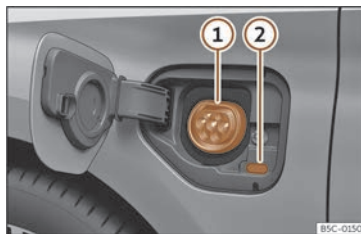

Fig. 207 Darrere de la tapa de càrrega de la bateria a la part davantera esquerra: Presa de càrrega
»» fig. 207
- Amb el vehicle desbloquejat, la tapa de càrrega de la bateria s'obre en pressionar-la »» fig. 207.